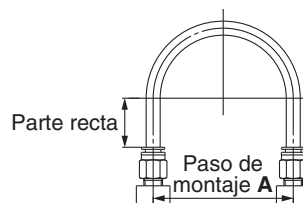

Fig. 1 Conexionado recomendado
- Cuando se conectan las tuberías al recordaje instantáneo, use una longitud de conexionado con suficiente margen, conforme a las condiciones de conexionado mostradas en la Fig. 1.